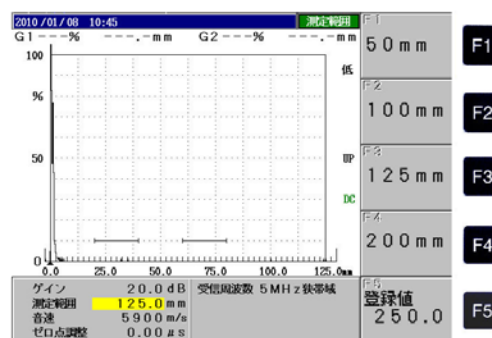

図4 測定範囲の画面
① キーを押すと図4が表示される。キーを押して測定範囲を125mmにする。